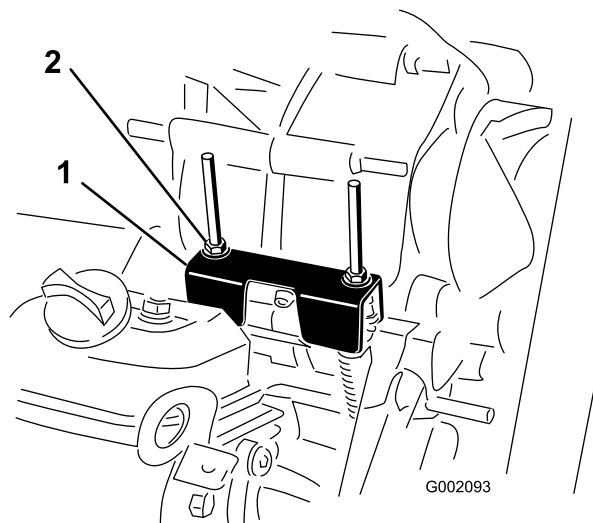

Figure 62
Lors des entretiens courants et/ou des diagnostics du moteur, vous devez placer la boîte-pont au POINT MORT (Figure 62). La position POINT MORT de
- Vérifiez que la patte de réglage du point mort est à la position POINT MORT (au même niveau que le support de fixation du câble situé sous la patte d'inversion de marche) en tournant l'embrayage (Figure 62).
- Tournez un des contre-écrous (Figure 62) pour obtenir un espace de 0,76 à 1,52 mm entre le bas de l'écrou/la rondelle et la patte de réglage du point mort.